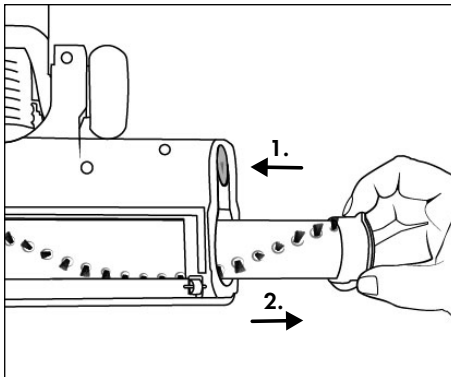

Abb. 26
- 2) Entriegeln Sie die Bürstenrolle **20**, indem Sie mit dem Finger auf die Bürstenrollenentriegelung **19** drücken. Die Bürstenrolle **20** löst sich aus der Halterung und Sie können sie aus der Bodenbürste **21** herausziehen. (siehe Abb. 26).